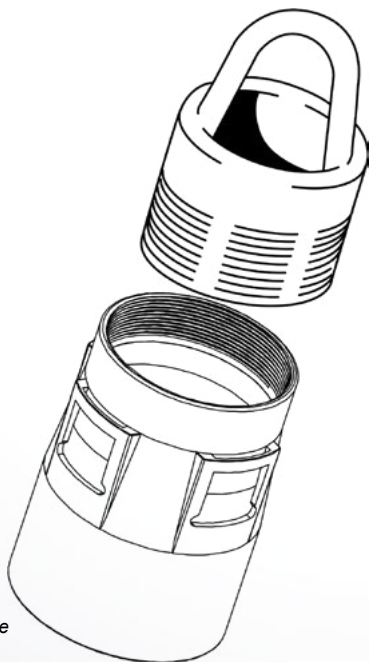

Figura 1:
- Da posição do gancho de elevação (figura 1).